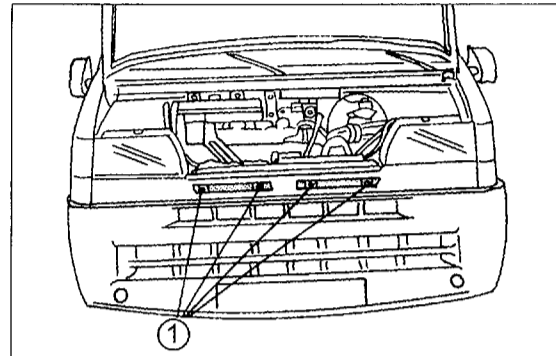
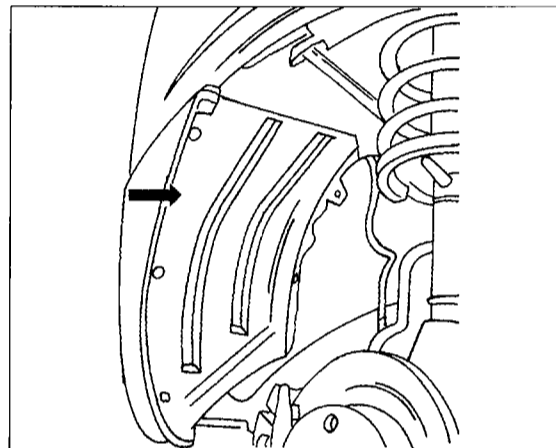

Bild 26
Bild 27
- In der Innenseite der Radkästen die in Bild 26 gezeigten Spritzbleche ausbauen. Dabei wird eine Stützstrebe zwischen der Karosserie und dem vorderen Stoßfänger frei, die man oben und unten abschraubt (siehe auch Bild 27). Der Stoßfänger kann jetzt unter Bezug auf Bild 28 ausgebaut werden.